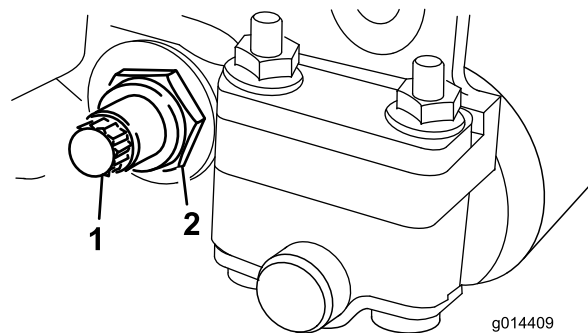
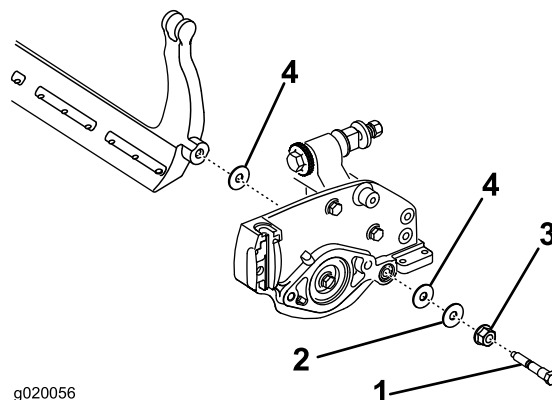

Figura 20
Figura 21
3. En cada lado de la máquina, afloje la contratuerca que fija el perno de la barra de asiento (Figura 20).
4. Retire todos los pernos de la barra de asiento, para poder tirar de la barra hacia abajo y retirarla de la máquina (Figura 20). Guarde las 2 arandelas de nylon y la arandela de acero troquelado de cada extremo de la barra de asiento (Figura 21).
2. Sujete la barra de asiento a cada chapa lateral con 2 pernos, contratuercas (tuercas en los pernos) y 6 arandelas. Coloque una arandela de nylon en cada lado del saliente de la chapa lateral. Coloque una arandela de acero por fuera de la arandela de nylon exterior (Figura 21).
4. Apriete las contratuercas uniformemente en cada lado hasta que no pueda girar las arandelas de acero a mano (Figura 21).